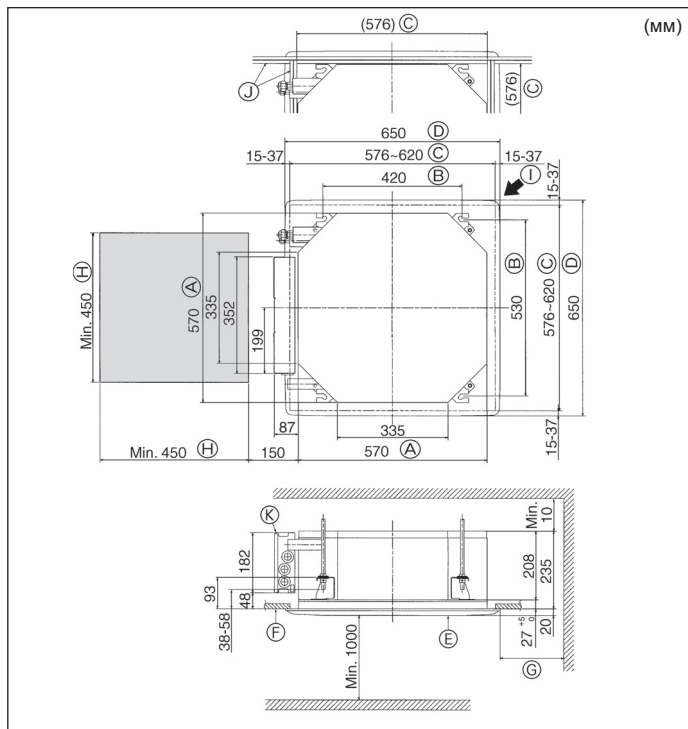

Fig. 4-2
⑤	Винт с прокладкой (M5 × 25) для установки решетки	4
⑥	Соединительная муфта для дренажа	1
⑦	Изоляция	1
⑧	Шуруп крепления для Ⓓ 3,5 × 16 (черный) (для SLZ-KA-VAL(2))	2
⑨	Держатель пульта дистанционного управления (для SLZ-KA-VAL(2))	1
⑩	Батарейка (AAA) (для SLZ-KA-VAL(2))	2
⑪	Беспроводной пульт дистанционного управления (для SLZ-KA-VAL(2))	1
4.2. Расположение отверстия в потолке и навесных болтов (Fig. 4-2)